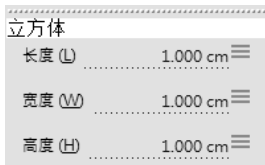

图 2-25 观察控制面板显示立方体参数
2) 观察其控制面板内显示为该立方体的参数: 长度、宽度和高度, 如图 2-25 所示。